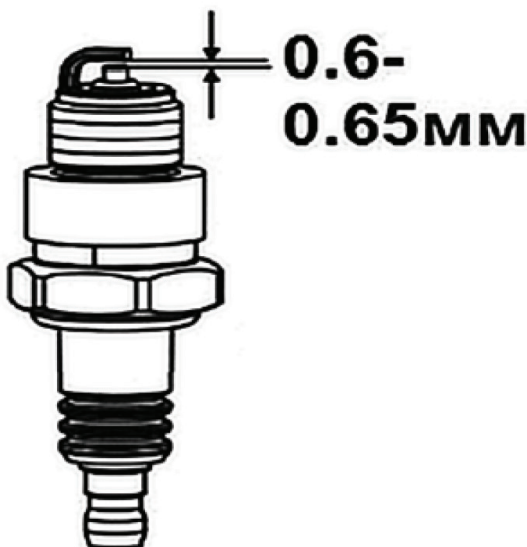

Рис. 20
• Измерьте зазор между электродами свечи зажигания специальным щупом. Зазор должен быть 0,6-0,65мм (рис. 20). При увеличении или уменьшении требуемого зазора рекомендуется заменить свечу, так как регулировка зазора может привести к изменению качества искрообразования.